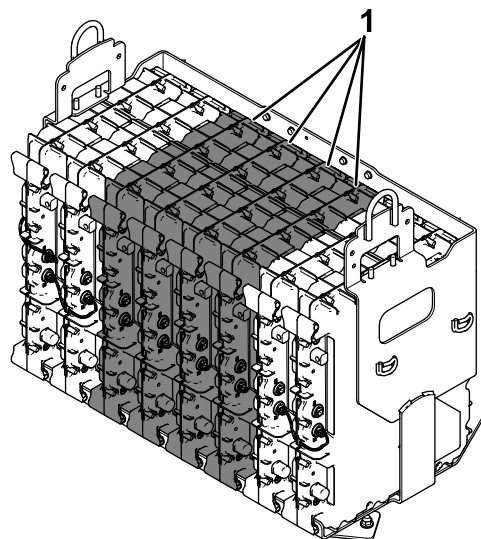

Figura 5
- A Figura 5 mostra 4 baterias instaladas (de um total de 15):